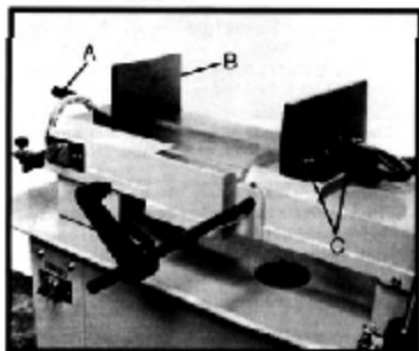

Рис. 7
1. Открутите болты крепления (С, Рис. 7).
2. Выставьте зажим и закрутите болты, как показано на Рис. 7.